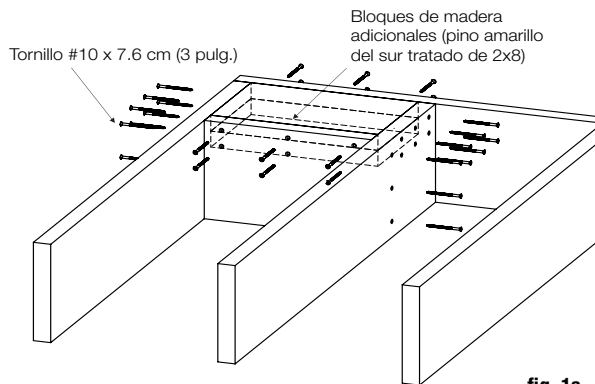

fig. 1a
**Paso 1** Para comenzar, añada dos bloques de 2x8 de pino amarillo del sur tratado entre las caras internas de las vigas. Asegúrese de taladrar previamente los agujeros, antes de fijarlos en su sitio con tornillos resistentes a la corrosión. Después asegúrese de que las tablas de la terraza estén encajadas firmemente a las vigas en la ubicación de los postes. Instale los postes fijándolos a través de los tablonces de la terraza a las vigas de abajo, o a un bloque doble entre las vigas. (fig. 1a) Los sujetadores que sostienen la base de los postes a la superficie deben poderse asegurar a las vigas **o soportes de refuerzo, no solo a los tablonces en sí.** *Nota: al instalar postes de aluminio sobre una superficie de madera, los tornillos deben estar enroscados al menos 7.6 cm (3 pulg.) dentro de madera sólida (sin incluir el piso de la terraza). Las tablas para terrazas de 3.2 cm (5/4 pulg.) o 2.5 cm (1 pulg.) no tienen suficiente material para una instalación segura. De ser necesario, agregue material adicional a la parte inferior de la superficie.*